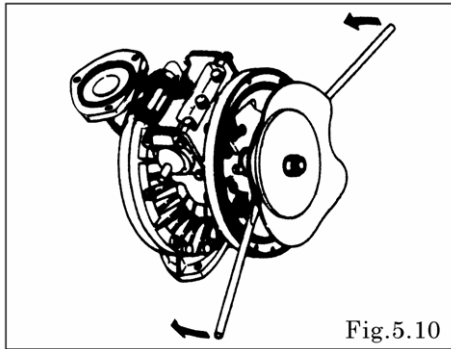

Fig.5.10
- Tome el disco central interior utilizando las palancas y desplácelo hacia el lado opuesto, luego dé vuelta el diafragma. (excluidos los tipos B_H, B_S) [Fig. 5.10, 5.11]